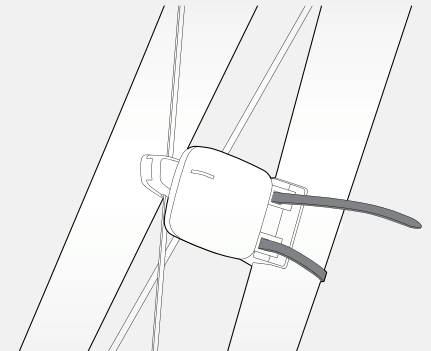

Abbildung 33. Kabelbinder.
2. Wenn Sie die richtige Ausrichtung erreicht haben, ziehen Sie einen Kabelbinder durch den Sensor und um das Gabelbein oder die Kettenstrebe (Abbildung 33).